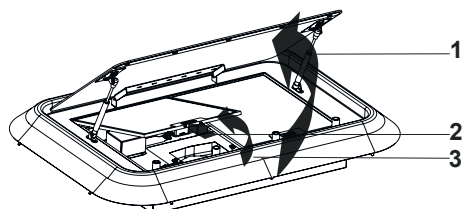

Fig. 14
- 9.** ➤ Skruva loss stötdämparen genom att vrida den i pilens riktning (Fig. 14).